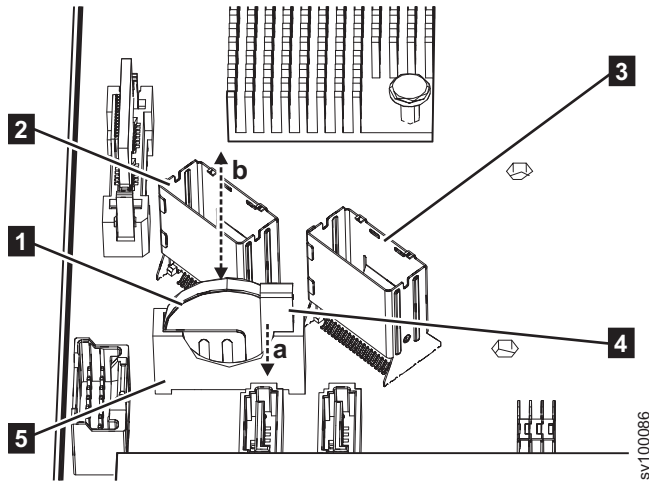

图 132. 更换 2145-SV1 CMOS 电池
- a. 按图 132 所示方向拉电池盒扣 **4**。
- b. 按图 132 所示方向将电池插入电池盒 **5**。电池上的"+"必须面向节点前部。